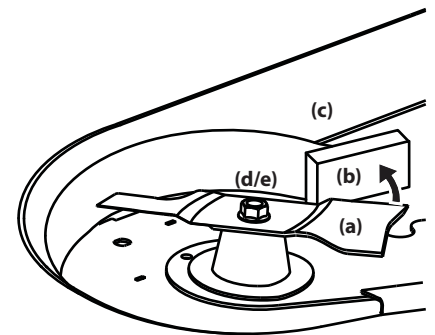

Figure 4-19
- Enveloppez un chiffon autour de la lame (a) et retenez la lame (a) pour l'empêcher de tourner, ou immobilisez la lame (a) en plaçant un morceau de bois (b) entre la lame (a) et le boîtier du plateau de coupe (c). Voir Figure 4-19.